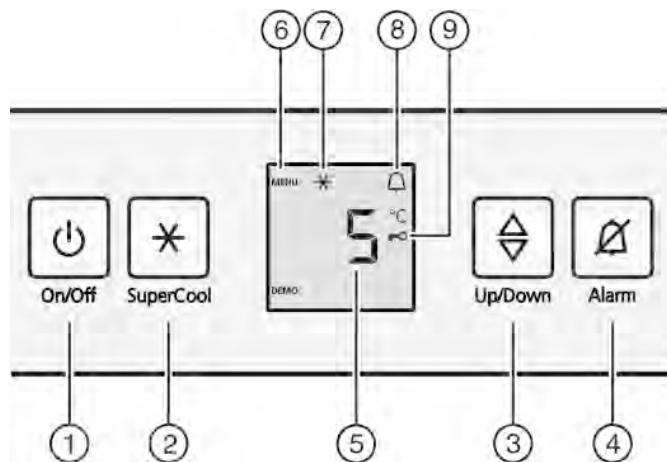

Fig. 2
- ▶ Нажать кнопку On/Off Fig. 2 (1).
- ▶ Нажмите кнопку «SuperCool» Fig. 2 (2) и удерживайте ее прим. 5 секунд.
- ▷ На индикаторе будет отображаться символ «Меню» Fig. 2 (6).
- ▶ Для подтверждения нажать и отпустить кнопку «SuperCool» Fig. 2 (2).
- ▷ На индикаторе горит символ «Защита от детей» Fig. 2 (9).
- ▶ Нажать и отпустить кнопку «On/Off» Fig. 2 (1).
- ▶ Нажмите кнопку Alarm Fig. 2 (4).
- ▶ Активация модуля регулировки температуры: нажмите кнопку настройки *Fig. 2 (3)*.
- ▶ Температуру меняйте ступенями по 1 °С: нажимайте кнопку настройки *Fig. 2 (3)* до тех пор, пока на индикаторе температуры не будет высвечена требуемая температура.
- ▶ Коротко нажмите кнопку SuperCool *Fig. 2 (2)*.
- ▷ На индикации горит символ SuperCool *Fig. 2 (7)*.
- ▷ Символ SuperCool *Fig. 2 (7)* на индикации гаснет.